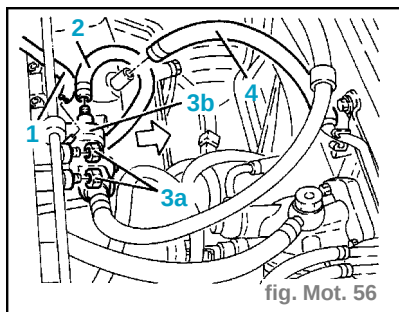

fig. Mot. 56
- Déconnecter la connexion électrique (2) de l'électrovalve EGR.
- Déconnecter la connexion électrique (3) de l'interrupteur thermique.
- Déconnecter la connexion électrique (4) du réchauffeur du combustible.
- Détacher du tube du collecteur de retour (1) du combustible le tube de retour des électro-injecteurs. (fig. Mot. 56)